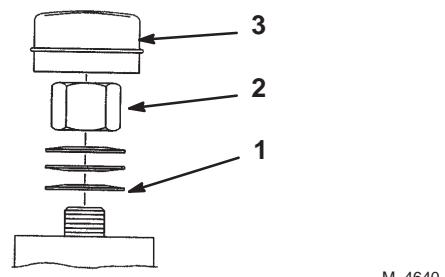

Figure 53
3. Retirez le capuchon anti-poussière de la roue et serrez le contre-écrou (Fig. 53).
4. Continuez de le serrer jusqu'à ce que les rondelles élastiques soient aplatis, puis desserrez-le de 1/4 de tour pour obtenir la précharge correcte des roulements (Fig. 53).
Important Veillez à installer les rondelles comme illustré à la Figure 53.